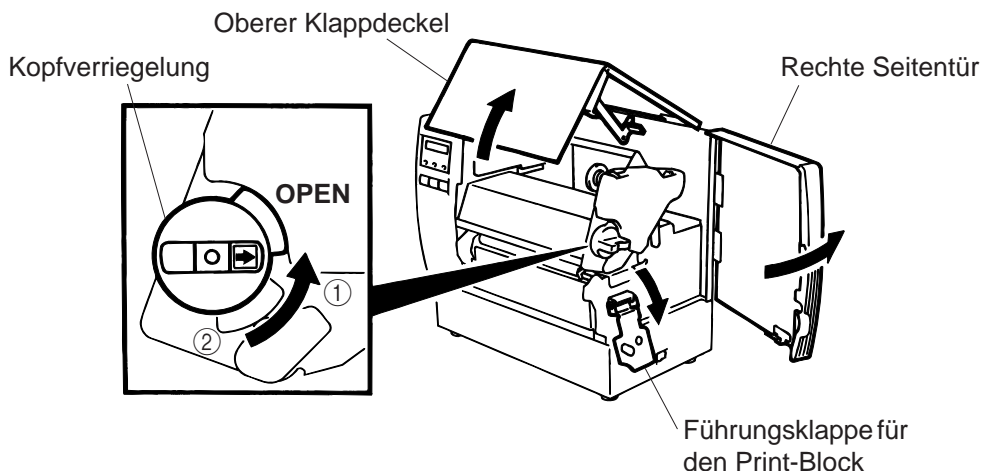

Abb. 7-1
9. Stellen Sie die Kopfverriegelung anhängig vom zu bedruckendem Material auf die entsprechende Position ein. (Siehe Abb. 7-1)
- ①: Etiketten oder dünnes Kartonmaterial
- ②: dickes Kartonmaterial
**ACHTUNG:** Wenn Sie Etiketten bedrucken stellen Sie sicher das die Kopfverriegelung auf Position ① steht.